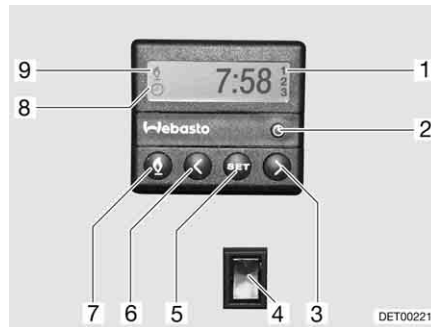

Bild 143 Kontrollenhet för motorvärme
- Tryck ner knapp (Bild 143,7). Värmedriften indikeras av symbolen (Bild 143,9). Fläkten startas först när kylmedelstemperaturen uppgår till 30 °C.
- Tryck ner knapp (Bild 143,7). Symbolen (Bild 143,9) slocknar.
- Vippkontakten (Bild 143,4) trycks in nedtill. Motorn förvärms. Fläkten startas direkt.
- Vippkontakten (Bild 143,4) trycks in upptill. Motorn värms inte upp.
- Tryck ner knapp (Bild 143,2). Tidsinställningen indikeras genom symbolen (Bild 143,8).
- Ställ klockan med knapparna (Bild 143,3 och 6).
- Tryck ner knapp (Bild 143,5).
- Ställ in starttiden inom 10 sekunder med knapparna (Bild 143,3 och 6).
- Tryck på knappen (Bild 143,5) tills önskat programnummer (Bild 143,1) visas på displayen.